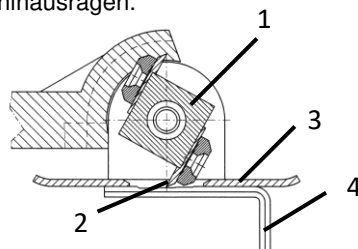

Abb. 7: Messer einstellen
- > Tauschen Sie ggf. das Messer (2 – Abb.7) aus.
- > Drehen Sie die Walze (**1** – Abb.7) so, dass das Messer maximal durch das Führungsblech (**3** – Abb.7) herausragt.
- > Legen Sie den Innensechskantschlüssel (**4** – Abb.7) am Führungsblech an, so dass sich die Einkerbung mit der gewünschten Schnitttiefe unter dem Messer befindet.